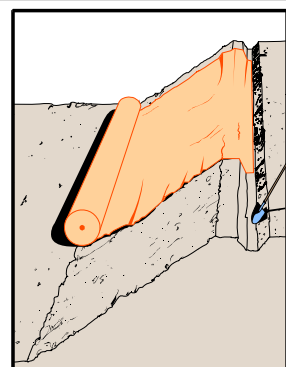

Figura 2 Colocación del Geotextil
- Colocar el geotextil especificado sobre la solera del canal y sobre los taludes laterales. Ver Figura 2.